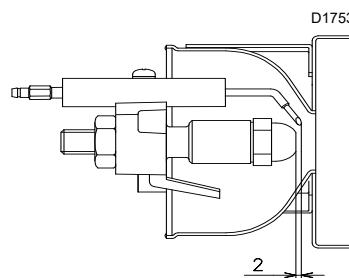

Abb. 12
- Kontrollieren Sie, ob die Elektroden wie in Abb. 12 dargestellt positioniert sind.